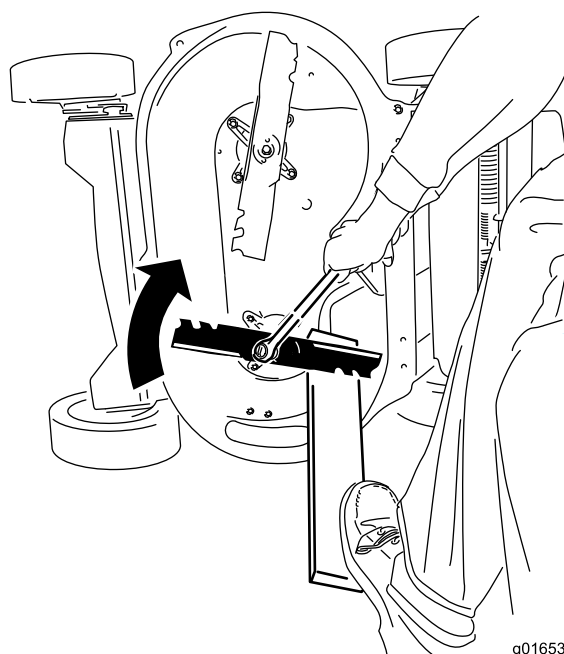

Figure 45
2. Immobilisez chaque lame avec une planche et vissez le boulon de lame dans le sens horaire à l'aide d'une clé dynamométrique, comme illustré à la Figure 45 ; serrez le boulon de lame à 82 Nm.